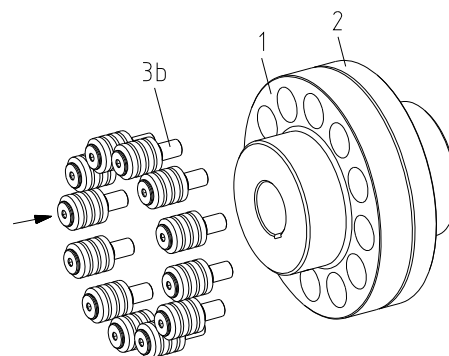

Рис. 17
- Лёгкими ударами вбейте пальцы (деталь 3b) через отверстия ступицы (деталь 1) в отверстия ступицы (деталь 2) (см. рис. 17).